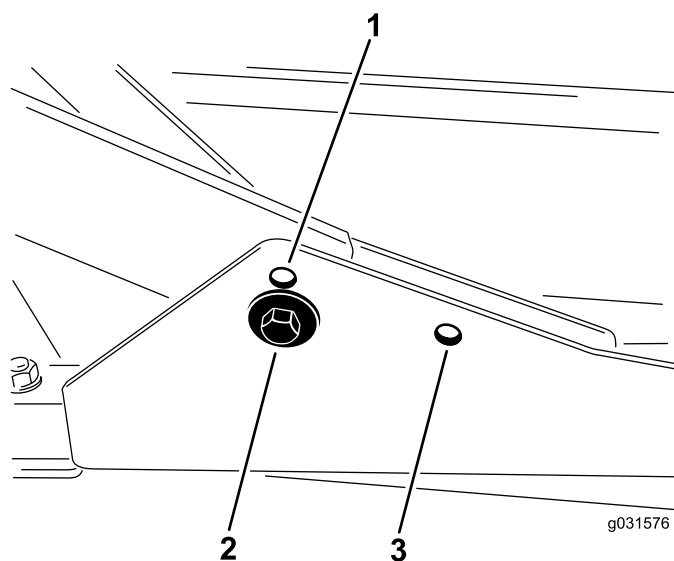

Рисунок 17
1. Для высоты скашивания в диапазоне от 2 до 7,6 см передние несущие рамы следует закрепить в нижних передних монтажных отверстиях (Рисунок 17).
- Для высоты скашивания от 6,3 до 10 см установите передние несущие рамы в верхние передние монтажные отверстия (Рисунок 17).
Закрепите задний режущий блок в задних монтажных отверстиях для любой высоты скашивания (Рисунок 17).